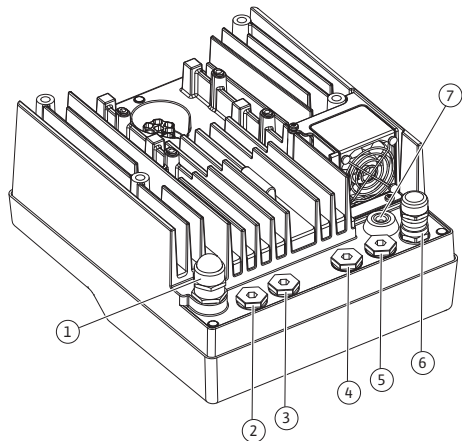

Fig. 19: Kábelcsavarzatok/kábelátvezetések
4. A csatlakozókábelt (Fig. 19, 1. poz.) az M25 kábelcsavarzaton kell átvezetni. A kábelcsavarzaton az előírt forgatónyomatékkal húzza meg.